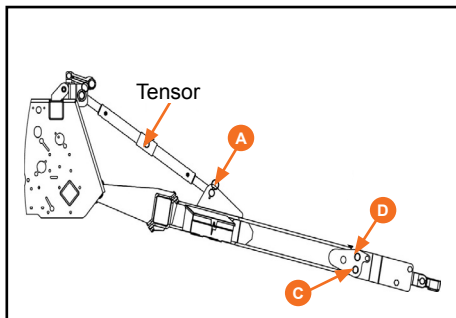
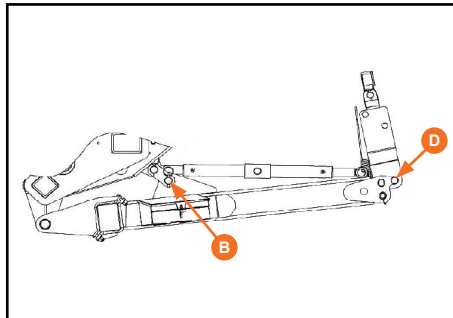

Figura 76
Figura 77
O cabeçalho pode ser levantado para transporte e armazenamento. Para levantar, retire o tensor (Figura 76), erga o cabeçalho, retire o pino (A) (Figura 76) e o posicione junto a trava (B) (Figura 77).